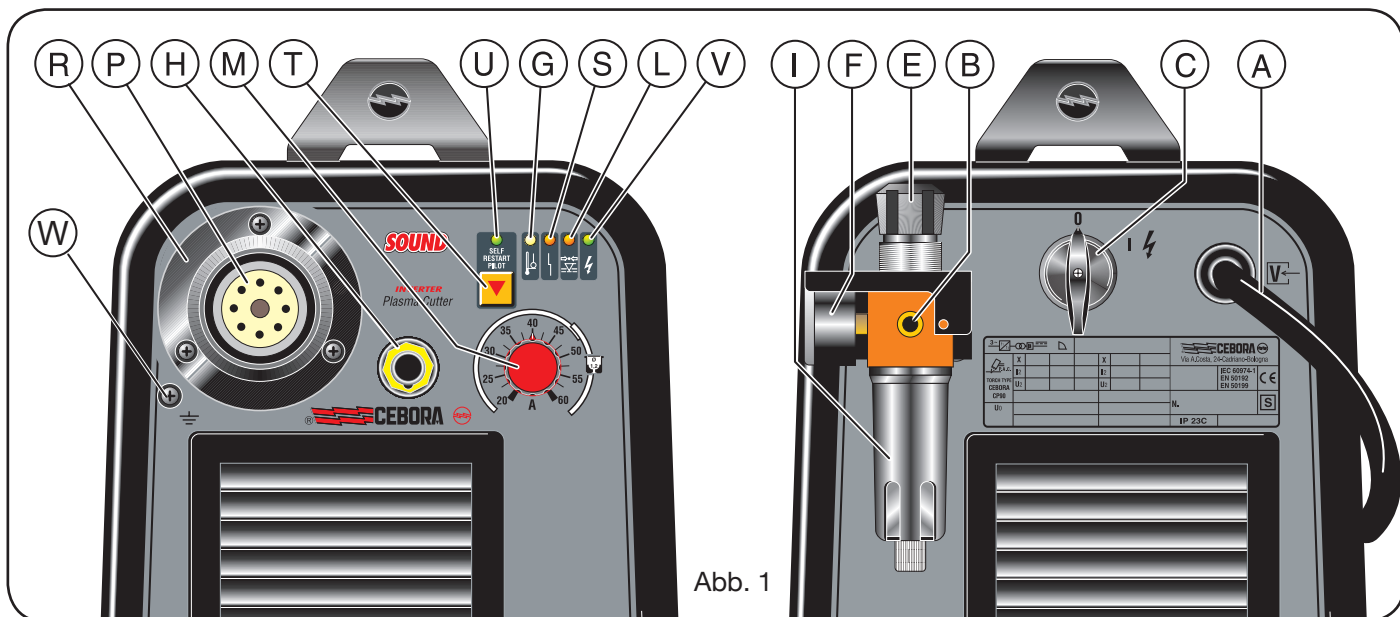

Abb. 1
2.1 MONTAGE DES BRENNERS (Abb. 1)
• ständiges Leuchten der LED **G** (siehe Abb. 1).
leuchten der LED **L** (siehe Abb. 1).